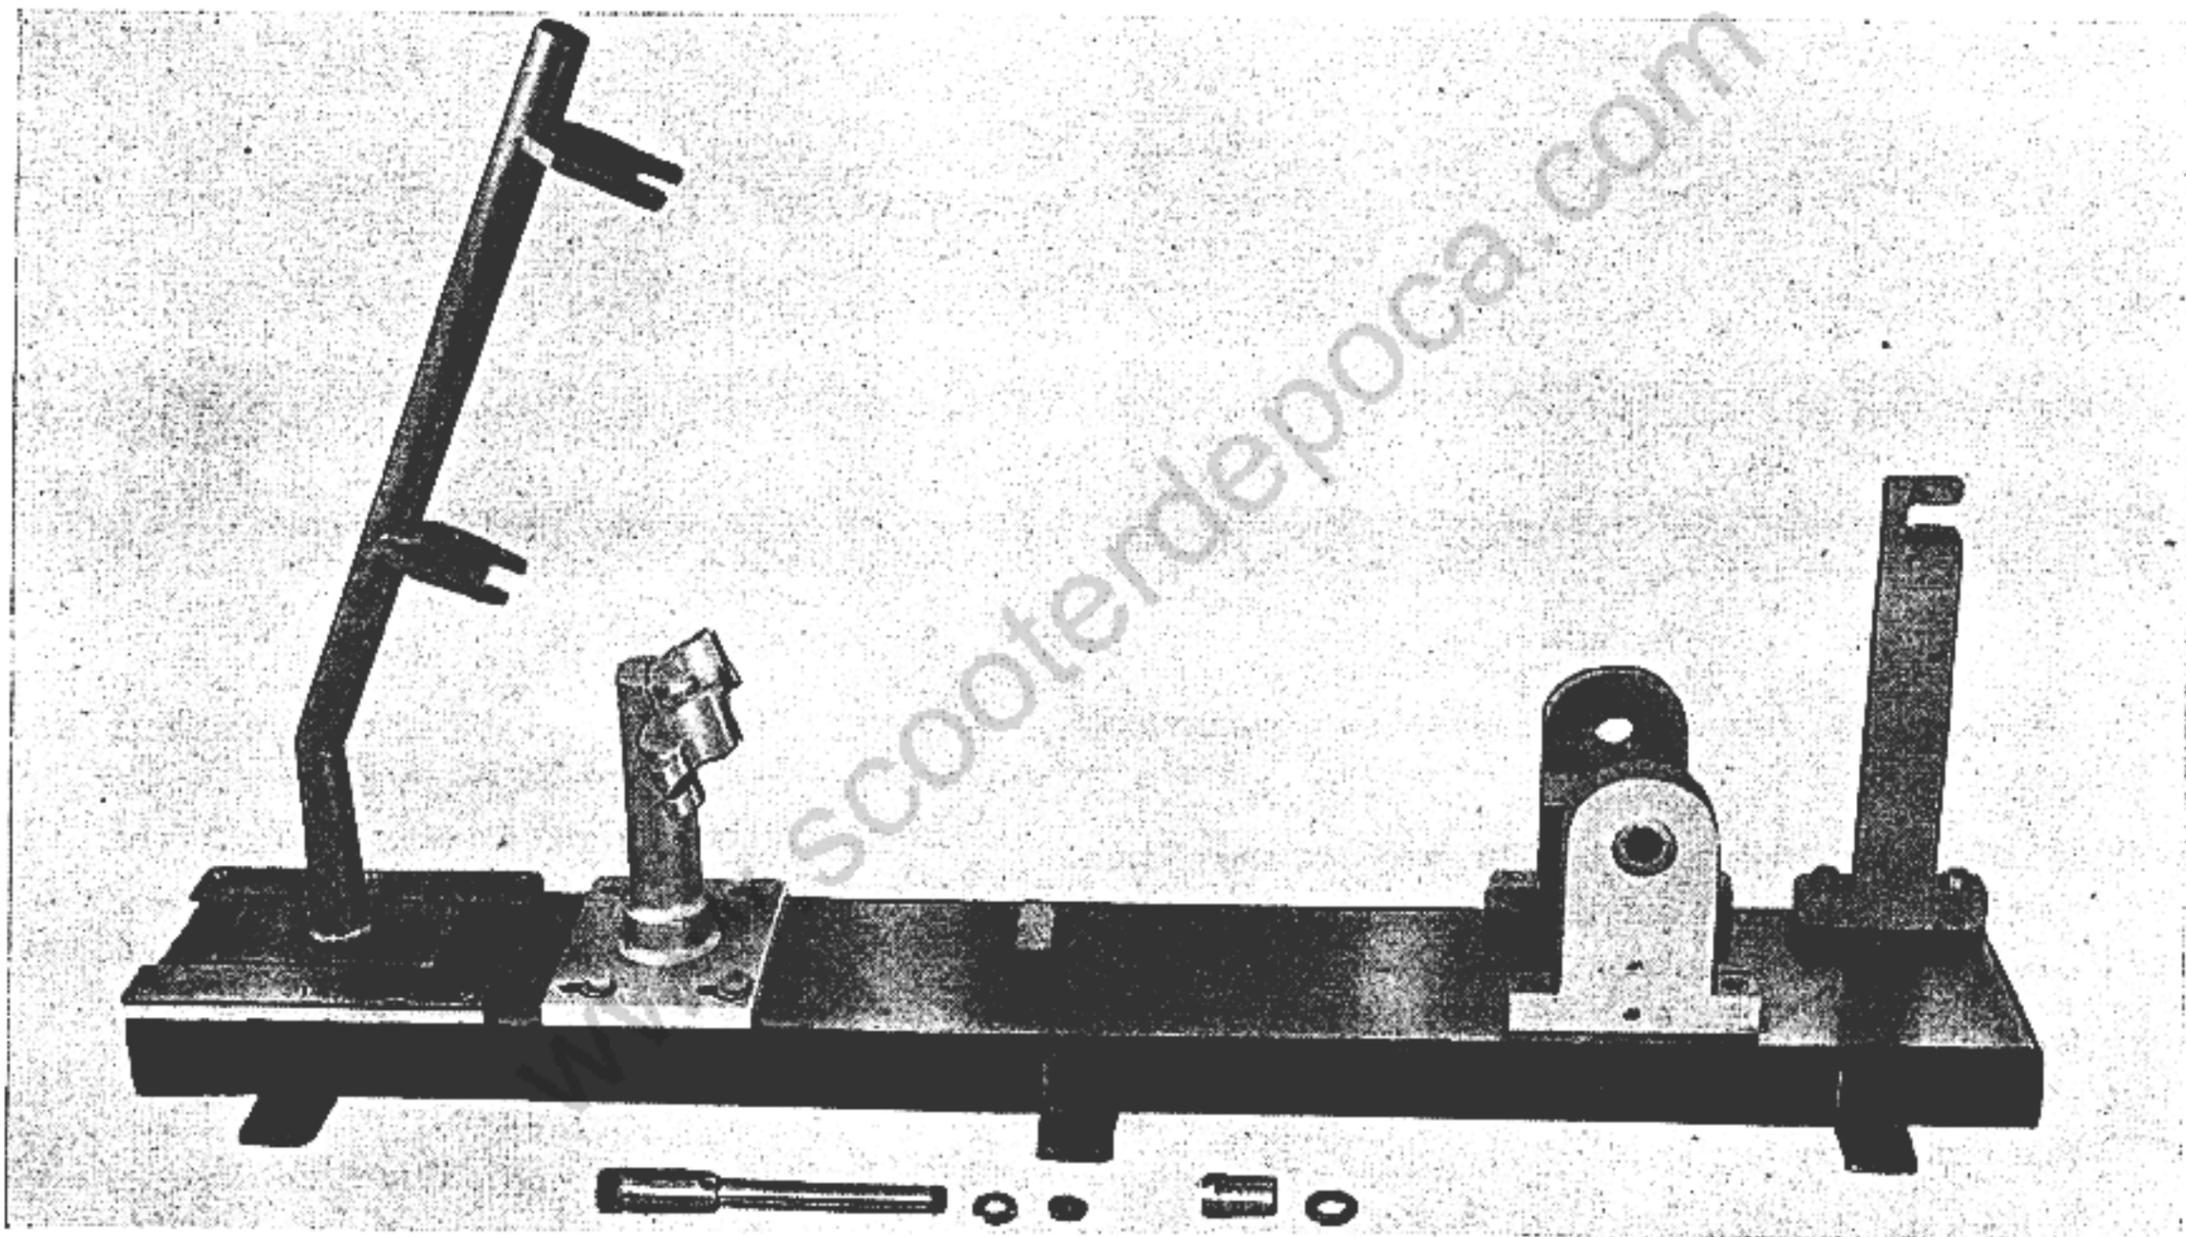

Fig. 57
- b) RADDRIZZATURA DELLA PARTE ANTERIORE DEL TELAIO, attrezzo n. 58927 fig. 57.